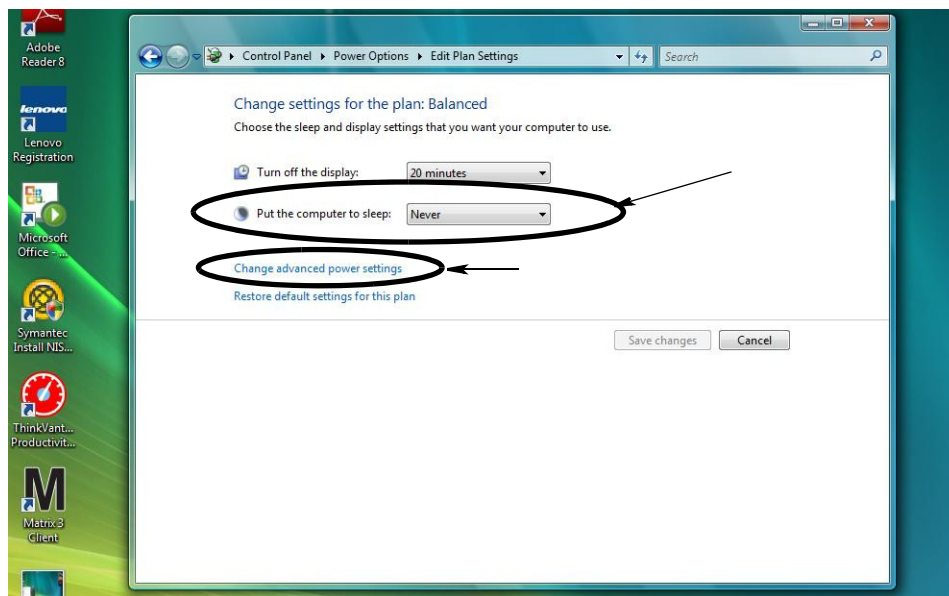

FIG. 35
4. Sélectionnez "NEVER" (Jamais) dans le champ "Put the computer to sleep" (Mettre l'ordinateur en veille). Sélectionnez ensuite "Change advanced power settings" (Modifier les paramètres d'alimentation avancés) (FIG. 35).